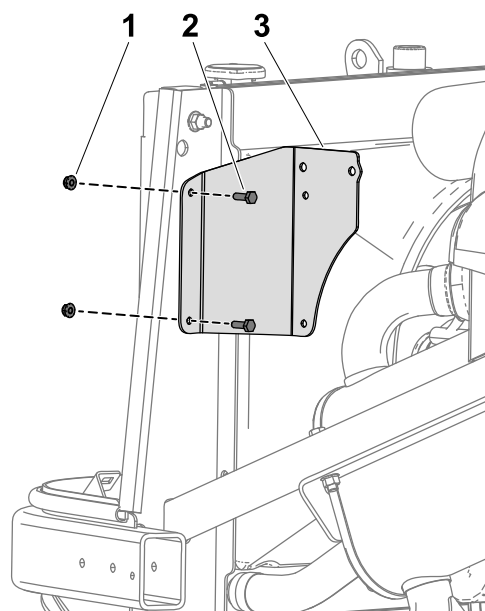

Figura 14
- Montate la staffa utilizzando 2 bulloni (1/4 x 3/4 poll.) e i dadi precedentemente rimossi dalla staffa di troppopieno del radiatore (Figura 14).